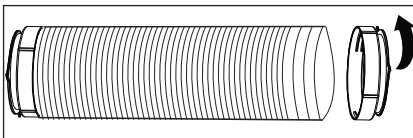

Fig. 6
3. Déployez l'autre côté du tuyau et vissez-le à l'adaptateur B (Fig. 6).